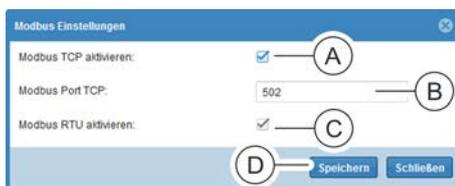

Abb. 220: Fenster "Modbus Einstellungen"
2. Für den Abruf von Status und Messwertinformationen der PDU über das Netzwerk die Checkbox „Modbus TCP aktivieren“ anklicken (Abb. 220/Ⓐ).
3. Bei Bedarf einen anderen Modbus-Port (Standard ist Port 502) eintragen (Abb. 220/Ⓑ).
4. Zum Verwalten von Slave-PDUs die Checkbox „Modbus RTU aktivieren“ anklicken (Abb. 220/Ⓒ).
5. Eingabe über die Schaltfläche „Speichern“ (Abb. 220/Ⓓ) bestätigen.